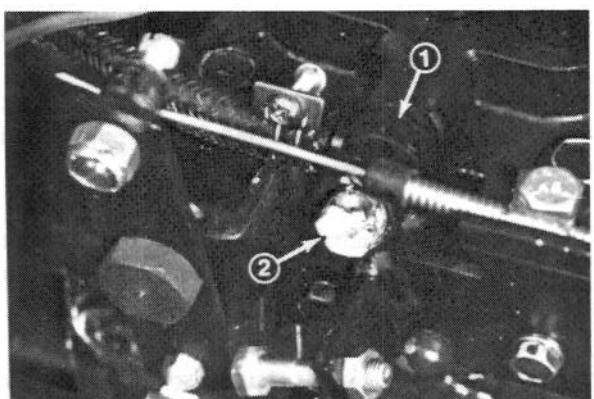

Figure 13
4. Dévisser la vis de purge sur la pompe d'injection de carburant (Fig. 13) au moyen d'une clé 12 mm.